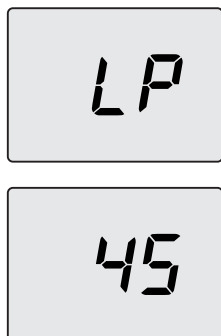

Figura 9.12
- Pulse simultáneamente los botones 13 y 14 (Figura 9.10) hasta que aparezcan en el display LCD las letras **LP** que se alternan con el valor de temperatura mínima del agua sanitaria (ej.45), indicando que se ha entrado en la activación de la "función deshollinador" a la potencia mínima en agua sanitaria (Figura 9.12).